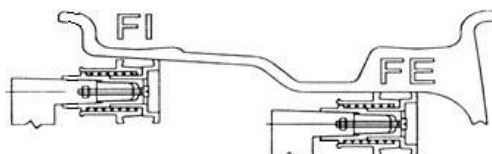
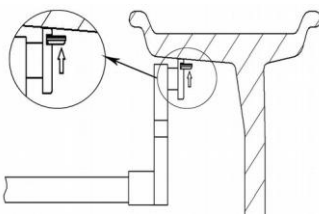

Bild 7-7
Bild 10-11
Bild 7-7 eller 7-8: Vänd på mätarmsarmen, dra mätarmsarmens huvud innanför fälgen (läge FI, stället där fälgvikten för fälgens insida fästs). Mät avståndet (a) och diametern (d) (Bild 7-9). Efter detta dra mätarmsarmens huvud till fälgens ytterkant (till läge FE), stället på vilket limvikten fästs. Mät avståndet (aE) och diametern (dE) för fälgens ytterkant (Bild 7-10). Gå till ALU-S -balanseringen.
- 10.3.8 Vid ALU-S-funktionen enligt bild 7-7, tryck på STOP-knappen, varvid den mittersta displayen visar - - -. Fäst en limvikt av lämplig storlek på mätarmsarmens ände. Roterat hjulet långsamt tills alla indikatorljus för insidans obalansläge tänds (Bild 5-1(8)). Dra i mätarmsarmen tills alla indikatorljus för insidans limviktsposition tänds (Bild 5-1(2)). Vänd på mätarmsarmen och fäst limvikten som på Bild 10-11.